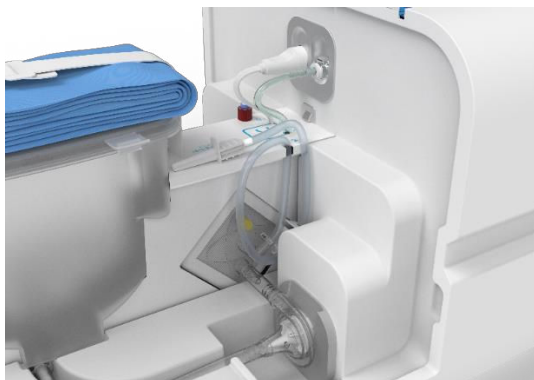

Abbildung 14: Füllleitung in Kassettenhalterung eingesteckt.
- Schließen Sie die Schlauchklemme und legen Sie die Füllleitung zurück in die dafür vorgesehene Halterung, siehe Abbildung 14.